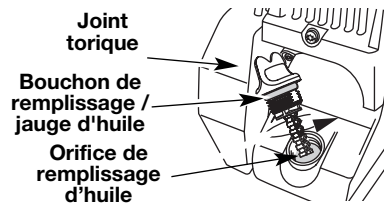

Fig. 3
- Versez tout le contenu de la bouteille d'huile dans le carter-moteur (Fig. 3).